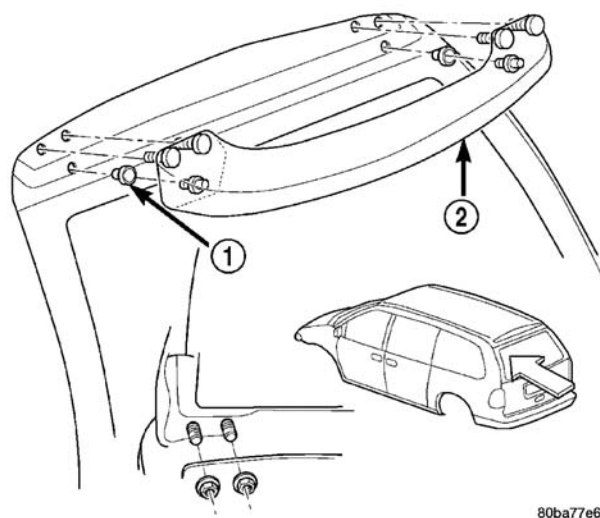

图5 举升门扰流板
- (1) 卸下螺母（图5）。
(2) 后车辆上卸下扰流板。